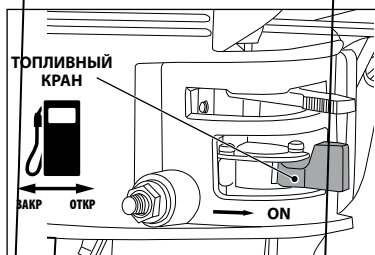

Рис. 12
4. Переведите топливный кран в положение «Открыто» (крайнее правое) (рис. 12).